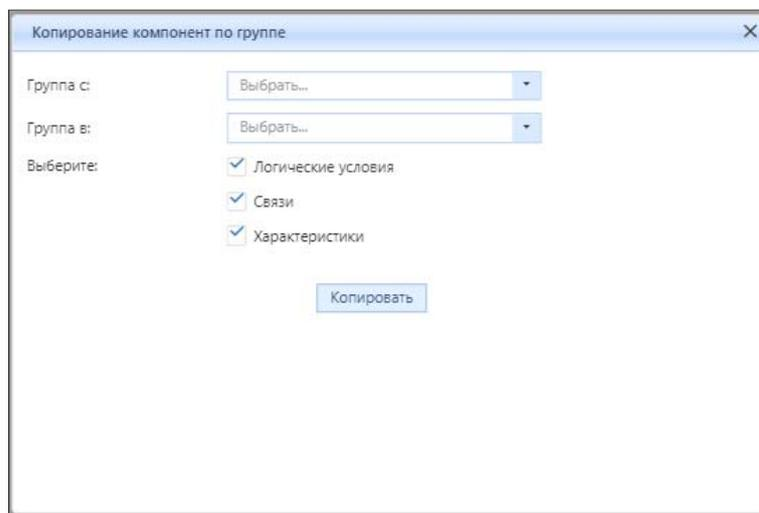

Рисунок 4.3.22 – Интерфейс «Копирование групп компонент»
Для удобства создания типовых конструкций существует функциональность, вызываемая кнопкой (7) «Копирование групп компонент» (рис. 4.3.3). Интерфейс для копирования представлен на рис. 4.3.22. В появившемся окне для записи «Группа с:» необходимо выбрать копируемую группу с входящими в нее компонентами. Для записи «Группа в:» необходимо выбрать новую группу, в которую скопируются компоненты. Для записи «Выберите» необходимо указать дополнительные настройки, которые также возможно скопировать:
При выборе настроек в окне нажмите на кнопку «Копировать» (рис. 4.3.22) для копирования группы с компонентами модели.